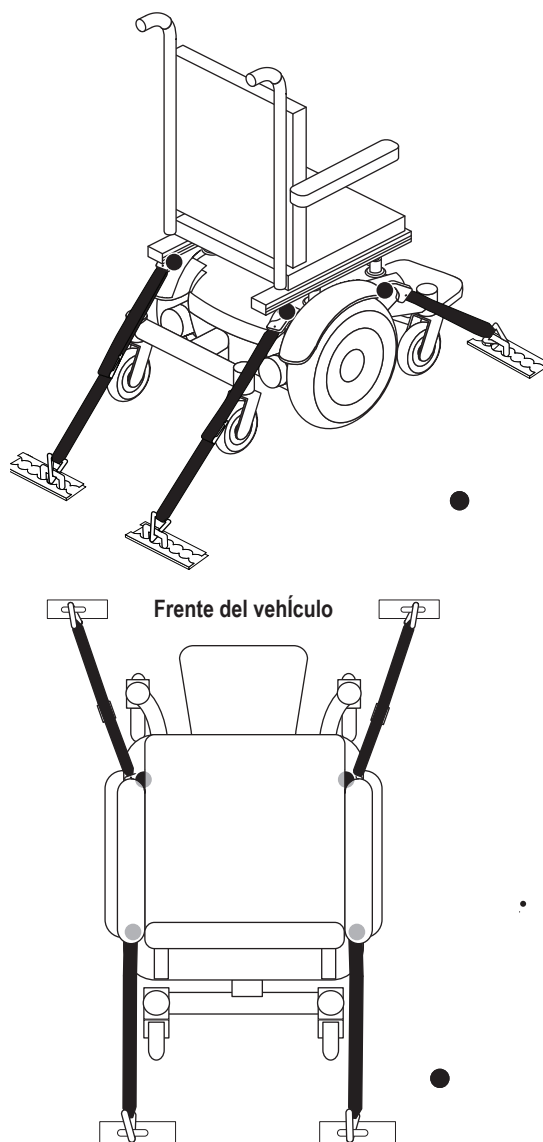

Figura 11. Puntos de sujeción del sistema de transporte no ocupado
- Posicione el punto de anclaje de las tiras de amarre traseras directamente detrás de los puntos de sujeción traseros en la silla de ruedas eléctrica. Las tiras de amarre delanteras se deben anclar a los puntos en el piso a los costados de la silla de ruedas para brindar mayor estabilidad. **Ver figura 11.**